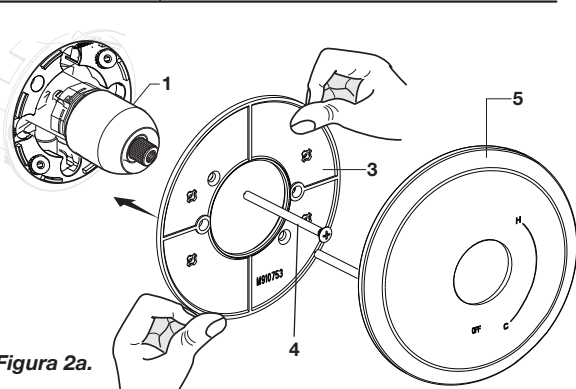

Figura 2a.
- **Figura 2a.** Empuje la PLACA DE MONTAJE (3) en la TAPA (1) y fije en el cuerpo de la válvula usando los TORNILLOS LARGOS (4).
- **Figura 2a.** Empuje el CHAPETÓN (5) sobre la PLACA DE MONTAJE (3).